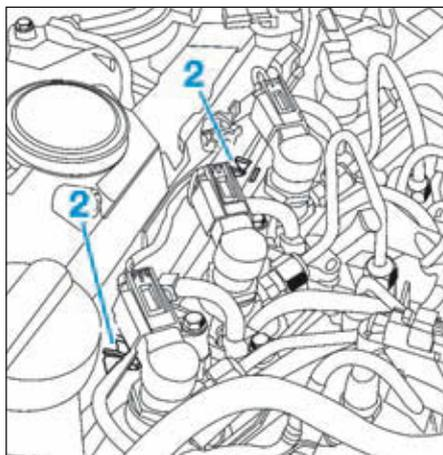

FIG.75
- la rampe de retour de carburant (2) (Fig.75).